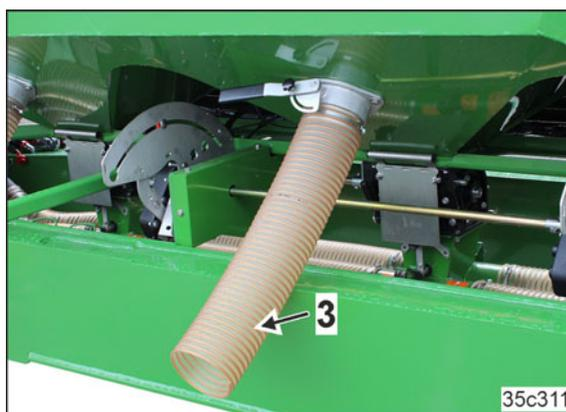

Рис. 58
3. Направьте шланг для опорожнения (Рис. 58/3) в приемную емкость.